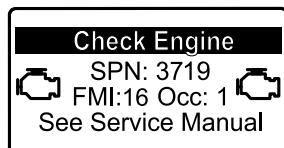

Рисунок 29
- Если необходима регенерация с парковкой, инфо-центр отображает предупреждение по двигателю SPN 3719, FMI 16 (Рисунок 29) и компьютер двигатель снижает его мощность до 85%.